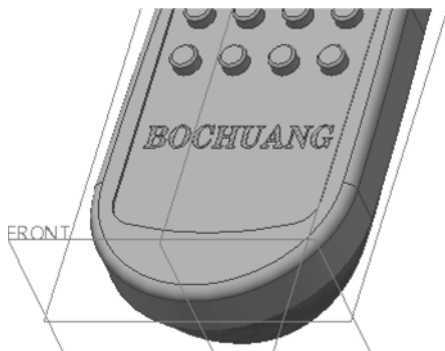

图 6-78 在产品正面上创建草绘修饰特征
⑧ 单击“确定”按钮，至此完成该规则截面草绘修饰特征的创建。此时，可以按〈Ctrl+D〉组合键以默认的标准方向视角显示模型，则可以看到创建的规则截面草绘修饰特征效果如图 6-78 所示。